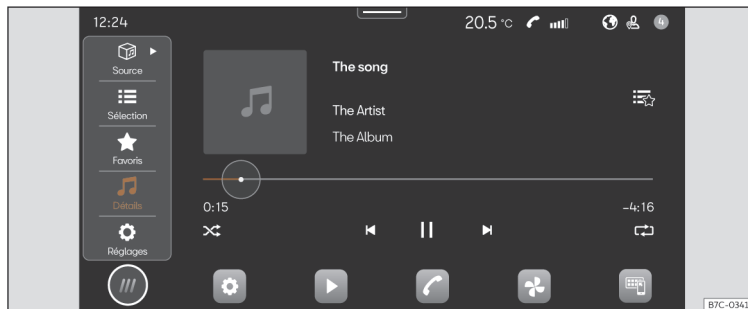

Fig. 157 Représentation schématique : Vue Multimédia.
- Appuyez sur **HOME** > ► >>> **fig. 157**.